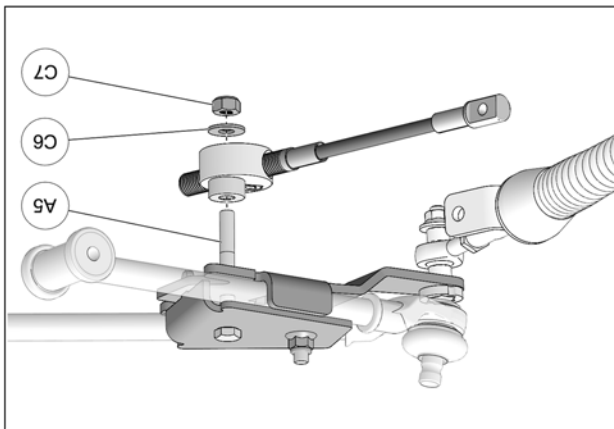

Fig. 23
12. Positionner le disque en aluminium du limiteur de conduite sous l'ancrage et installer au boulon (A5) déjà inséré. Utiliser la rondelle (C6) et l'écrou (C7) pour fixer le limiteur de conduite en place. Serrer l'écrou à un couple de 50 N•m [37 lb•pi]. Fig. 23